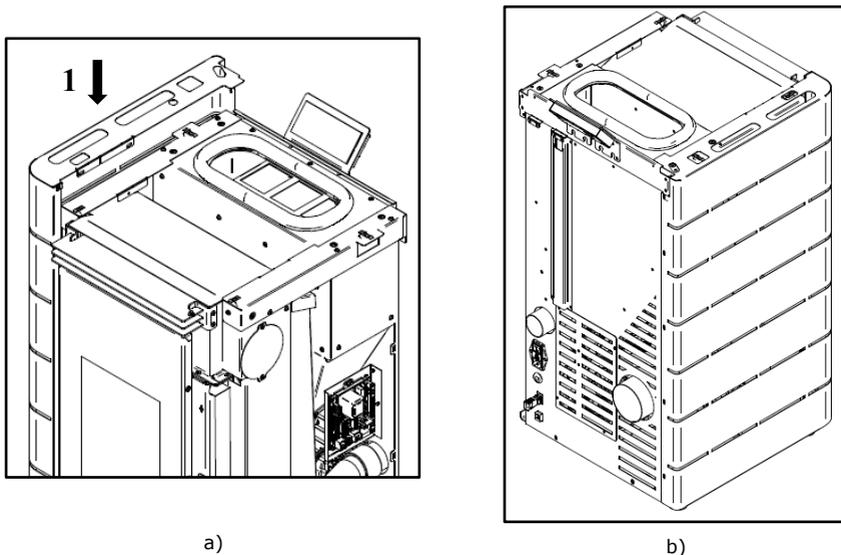

Figure 58 – Montage côté inférieur des habillages
c) Ensuite, placez l'habillage latérale vers le bas. Lors du montage de l'habillage, il faut veiller à ce que le volet qui existe sur la partie supérieure de ce (1) soit superposé à la structure et, en même temps, à l'arrière de l'équipement, l'habillage doit être à l'extérieur de celle-ci, comme illustré à la Figure 58-b.